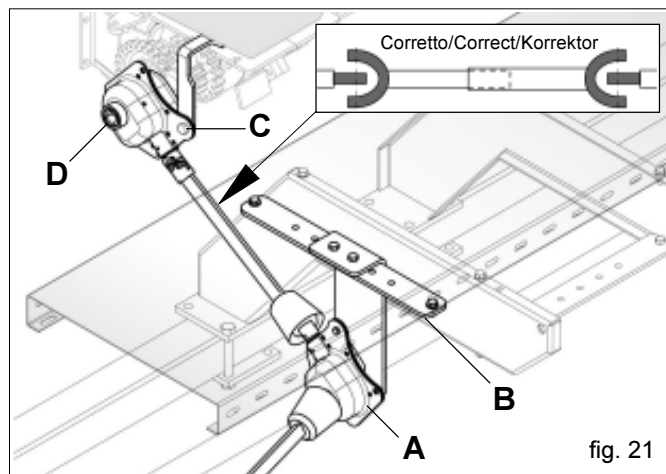

fig. 21
Durante el acoplamiento de la sembradora y el equipo y si está instalado el dispositivo de elevación hidráulica del bastidor porta-surcadores, controle que los componentes de transmisión de la sembradora (Fig. 21) no interfieran ni puedan interferir durante el trabajo normal con otras piezas del grupo. Si fuera necesario, desplace la caja de transmisión (A Fig. 21) a lo largo del soporte (B).
**ATENCIÓN!** No apriete hasta el fondo el tornillo (C Fig. 21) que sostiene la caja (D Fig. 21), puesto que se ha previsto que oscile.